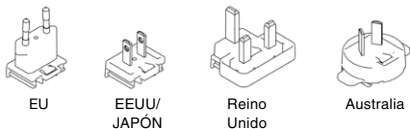
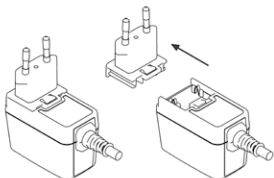

Fig. 3
Fig. 4
El adaptador primario nacional de la fuente de alimentación (4) es intercambiable, lo que permite usarlo en cualquier parte del mundo. En la Fig. 3 y la Fig. 4 se describe el procedimiento para cambiar el enchufe.